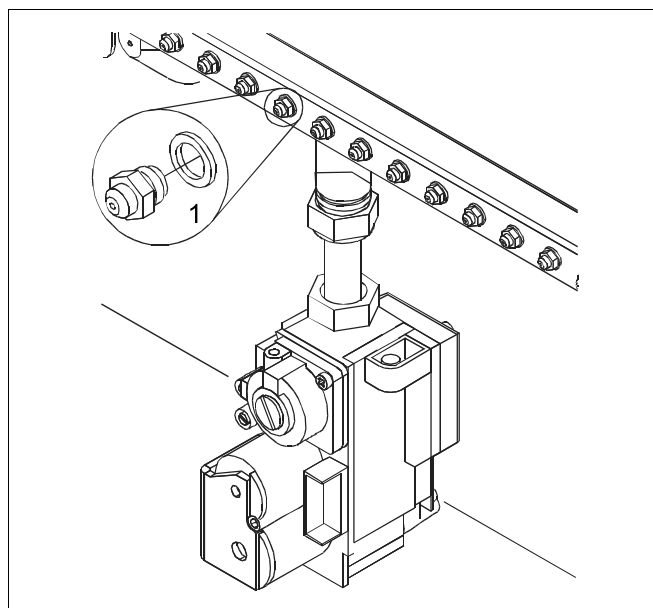

Fig. 50 Schimbați duzele
- Îndepărtați (Fig. 50, **Poz. 1**) duzele arzătorului și înlocuiți-le cu duze al căror diametru să corespundă noii categorii de gaz (Tab. 7, pagina 50).